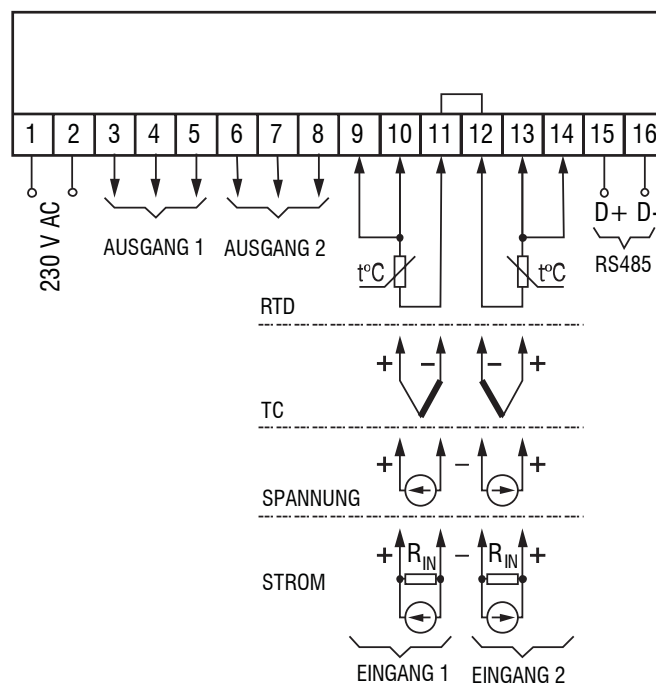

Abb. 5.1 Elektrischer Anschluss
- Das Layout von Anschlussklemmen ist in Abb. 5.1 und die Klemmenbelegung in der Tabelle 5.1 dargestellt